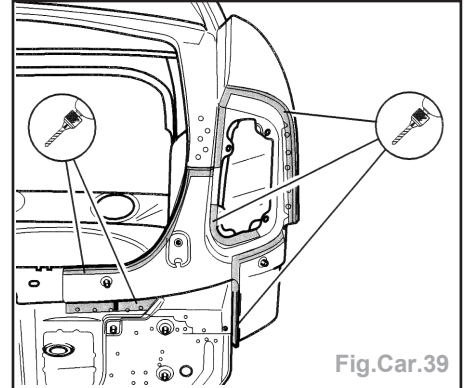

Fig.Car.39
- Dégraffer la soudure d'origine au niveau des supports des feux AR (Fig.Car.39).